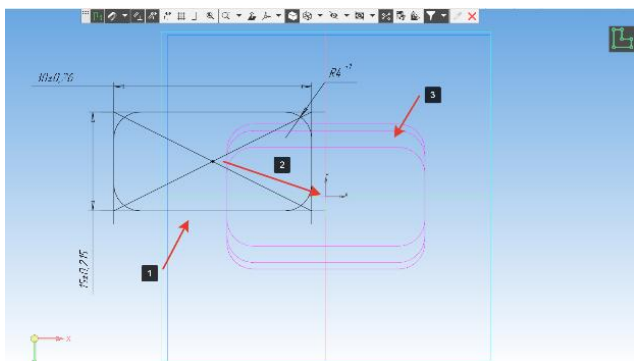

Рисунок 133 – Выгрузка эскиза из буфера обмена
- В режиме эскиза на клавиатуре зажимаем клавиши CTRL+V (вставить скопированные объекты). На экране появится фантом скопированного эскиза (1), который разместим в начале координат кликом левой кнопки мышки (2). Розовым цветом показаны существующие эскизы (3) (Рисунок 133).